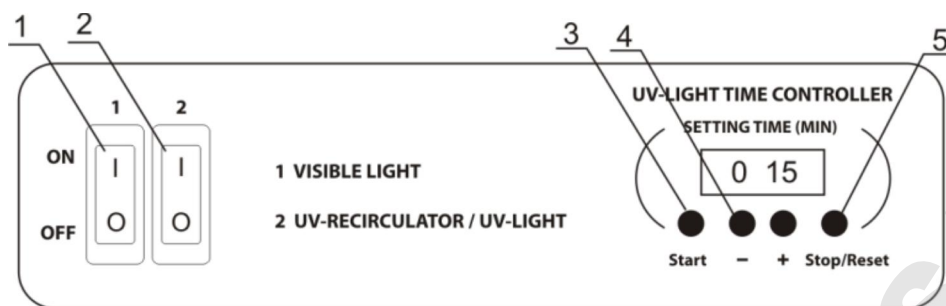

Fig.1. Panneau de configuration
4.2.1. Positionnez l'interrupteur 2 sur **ON**(Fig.1/2). Le recirculateur UV avec la lampe UV cachée s'allume automatiquement et le minuteur de lampe UV à éclairage ouvert est activé. Le recirculateur UV fonctionnera en permanence. Positionnez l'interrupteur 2 sur OFF pour l'arrêter.
4.2.2. Utilisez les touches **+** et **-** du minuteur (Fig.1/4) pour déterminer la durée (UV-LIGHT TIME CONTROLLER) d'exposition directe à la lumière UV de la zone de travail:
4.2.3. Appuyez sur la touche **Start** (Fig.1/3): la lampe UV s'allume automatiquement et le minuteur commence à décompter la durée d'exposition. L'indicateur du minuteur affiche la durée actuelle: jusqu'à 1 heure — en minutes et en secondes (mm:ss), après 1 heure — en heures et en minutes (hh:mm).
4.2.4. Vous pouvez éteindre la lampe UV à éclairage ouvert en pressant la touche **Stop/Reset** (Fig.1/5). La durée d'exposition déterminée sera enregistrée dans la mémoire. La durée déterminée ne sera pas enregistrée après l'arrêt complet de l'appareil.
4.3.1. Positionnez l'interrupteur 1 sur **ON** (Fig.1/1) pour éclairer la zone de travail; la lampe lumineuse (lumière visible) s'allume.